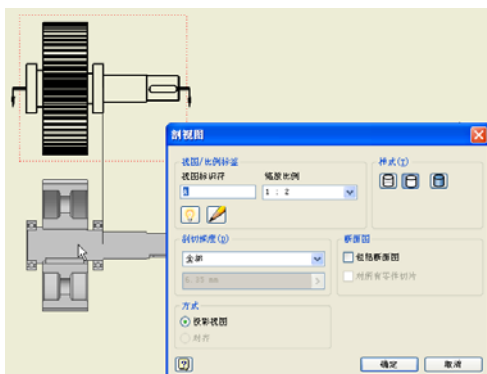
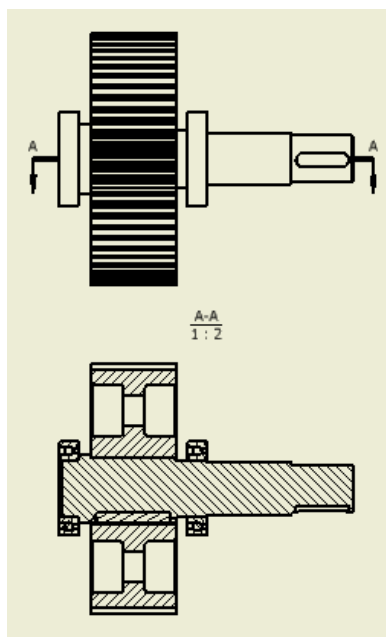

图 12-53 创建剖视图示意图
图 12-54 剖视图
②创建剖视图以表达平键。随后建立剖视图以表达平键零件的装配关系。单击【放置视图】标签栏【创建】面板上的【剖视】工具按钮，选择主视图，在其竖直方向的中心处绘制一条水平直线，然后绘制一条竖直方向的直线作为投影方向，单击右键，选择打开菜单中的【继续】选项，出现要创建的剖视图的预览，同时打开“剖视图”对话框，如图 12-53 所示。设置好其中的选项后单击【确定】按钮，即创建剖视图，如图 12-54 所示。